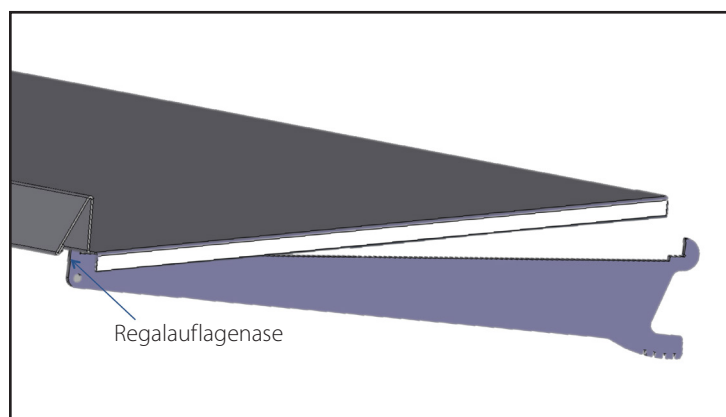

Abb. 2. Regalbretter einbauen.
- b. Bewegen Sie die Rückseite des Regalbretts nach oben und hinten, bis die Vorderseite des Regalbretts nicht mehr auf der Regalauflagenase liegt. Siehe Abb. 2.